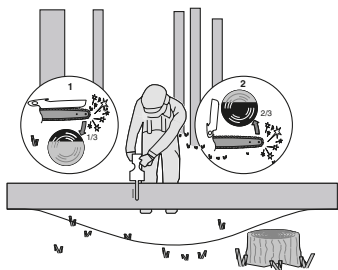

Figura 4
Dacă bușteanul se sprijină pe ambele capete, vezi figura 4, tăiați de sus 1/3 din diametru (1). Finalizați debitarea printr-o tăiere de jos în sus a diametrului rămas (cele 2/3 rămase) (2), având grijă să întâlniți tăietura de sus.